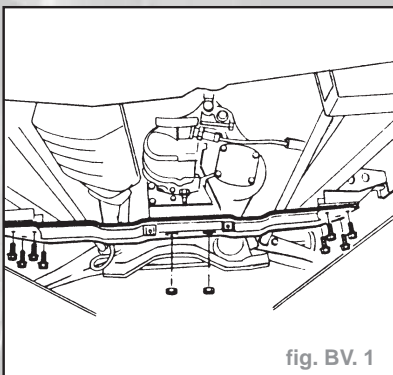

fig. BV. 1
- Déposer les écrous de la fixation de boîte de vitesses sur la traverse (fig. BV. 1).